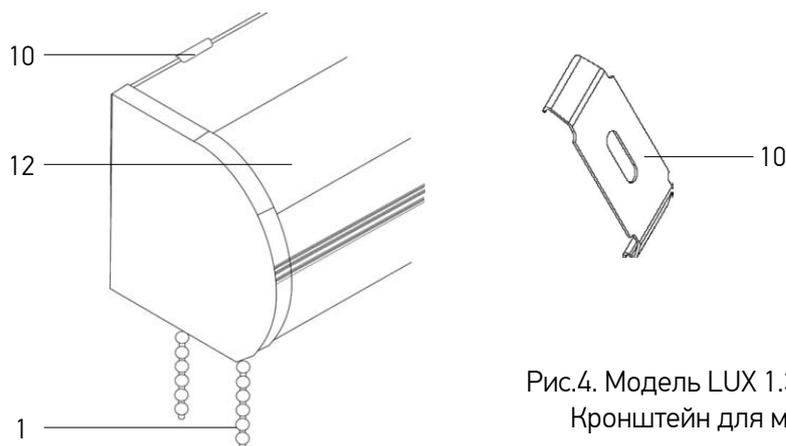

Рис.4. Модель LUX 1.3. с лицевым профилем (12).
3.1. При установке на стену используются кронштейны для монтажного профиля (10), (рис.4). При установке на потолок дополнительно рекомендуется использовать кронштейны универсальные. Разметить предполагаемые места крепления кронштейнов. При установке на стену кронштейны должны быть выровнены горизонтально по уровню. Если крепление осуществляется к потолку, кирпичной или бетонной стене, то необходимо использовать дюбели*. Кронштейны должны располагаться на одной линии.